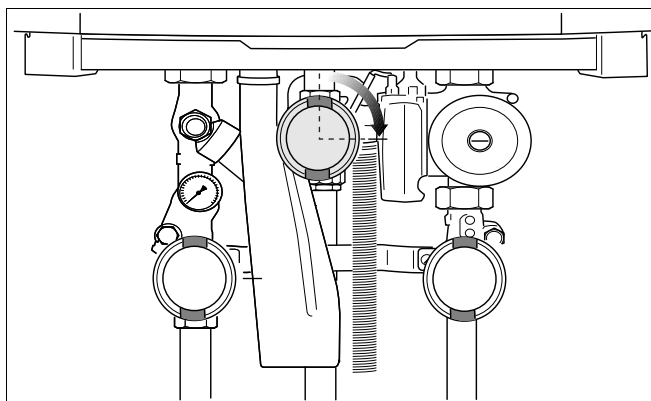

Рис. 78 Закрывает крана подачи газа
- Закрывать кран подачи газа (рис. 78).
- Закрыть кран подачи газа (рис. 78).